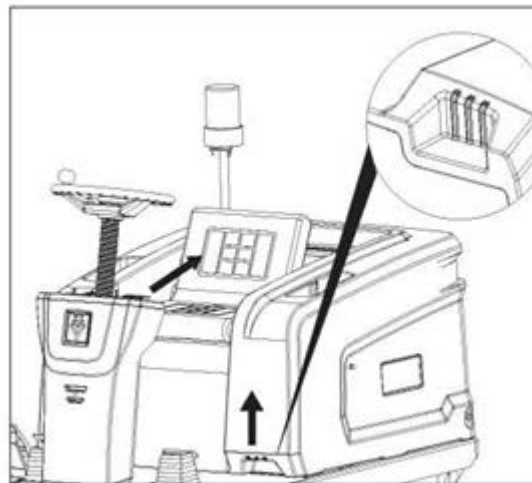

Рис.15
- Потяните рычаг регулировки сиденья и сдвиньте сиденье назад в крайнее положение (рис. 15);